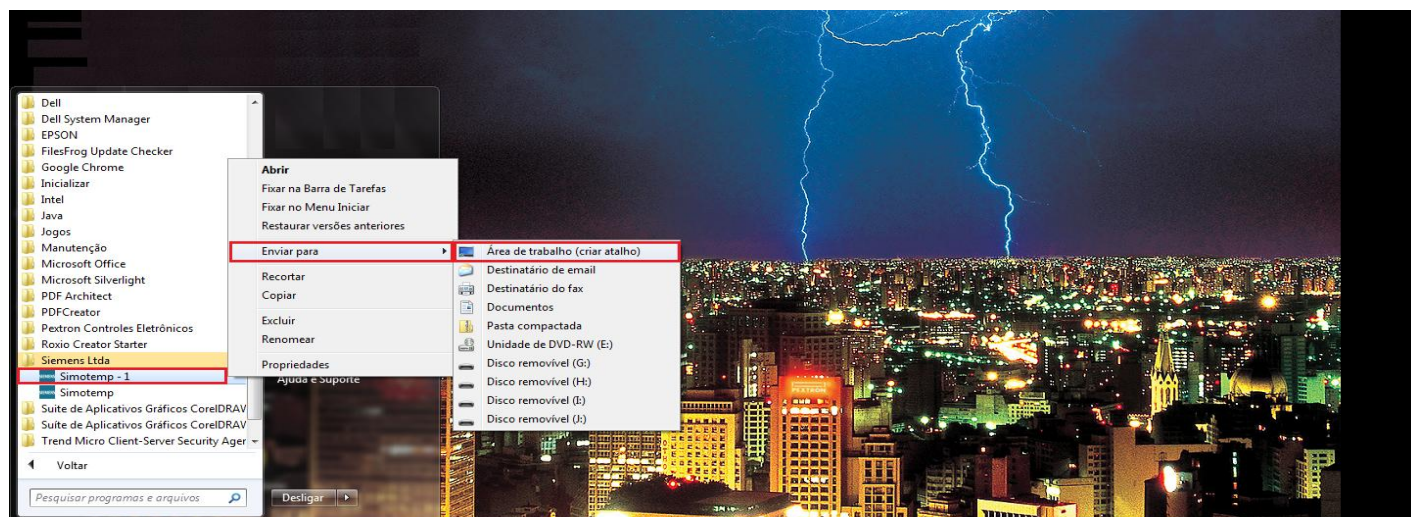

Figura 4: Atalho
e) Criar atalho na área de trabalho para o programa aplicativo. Acessar através do caminho no Windows: < Iniciar > < Todos os programas > < Siemens Ltda > < Simotemp > < Enviar para > < Área de trabalho (criar atalho) >. Ver figura 4.